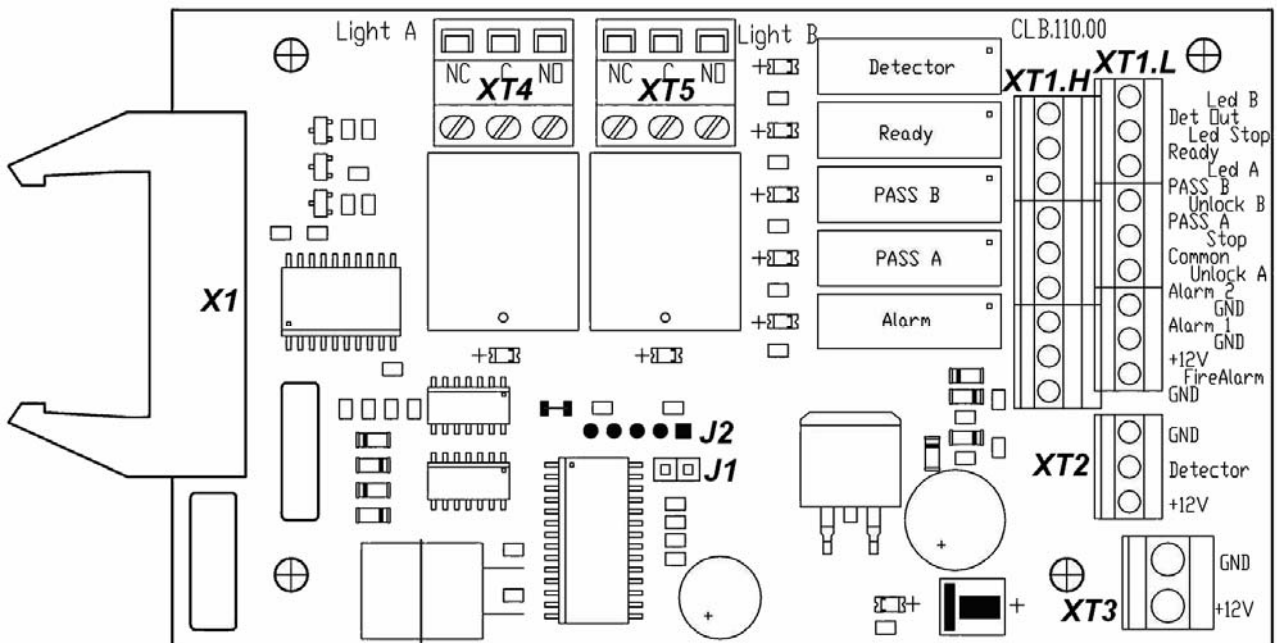
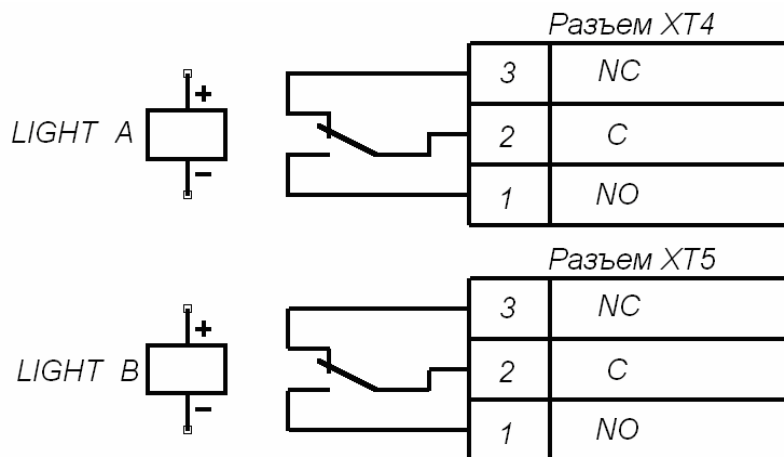

Рисунок 5. Внешний вид платы управления CLB
Рисунок 9. Выходные каскады для Light A и Light B
ПДУ подключается к плате управления гибким многожильным кабелем (11) через клеммную колодку **XT1.L** (см. рис. 5 и 12).
Изменить ориентацию ПДУ относительно установки турникета (если по месту установки турникет обращен к оператору не лицевой, а тыльной стороной) можно, поменяв местами провода от ПДУ, подключаемые на контакты *Unlock A* и *Unlock B*, а также *Led A* и *Led B* соответственно (см. рис. 5 и 12).
На плате управления (см. рис. 5) расположены:
Подключение указанных устройств производится с помощью кабеля (11) к соответствующим клеммным колодкам **ХТ1.Л** и **ХТ1.Н** платы управления в соответствии со схемой электрических соединений (см. рис. 5 и 12).
Обозначения установленных на плате управления клеммных колодок и назначение их контактов показаны на рис. 5.
Факт срабатывания / отпускания реле **PASS A**, **PASS B**, **Ready**, **Detector** и **Alarm** можно определить по загоранию/гашению красных индикаторов, которые установлены вблизи указанных реле (см. рис. 5).
Режим управления определяется наличием переключки на разъеме **J1** (расположение разъема **J1** показано на рис. 5: переключка установлена – импульсный режим управления, переключка снята – потенциальный режим управления). При поставке переключка установлена.
Подключение ДКЗП производится к клеммной колодке **ХТ2**, а сирены – к клеммной колодке **ХТ1.Н** платы CLB согласно схеме электрических соединений (рис. 5 и 12). ДКЗП должен иметь нормально-замкнутые контакты.
На контакты *Det Out* и *Common* клеммной колодки **ХТ1.Н** платы управления (рис. 5) всегда транслируется сигнал о текущем состоянии ДКЗП.
Подключение устройства, подающего команду аварийной разблокировки *Fire Alarm*, производится к клеммной колодке **XT1.L** платы CLB согласно схеме электрических соединений (см. рис. 5 и 12). Если вход *Fire Alarm* не используется, то необходимо установить перемычку между контактами *Fire Alarm* и *GND*. При поставке данная перемычка установлена.
Выносные индикаторы подключаются на клеммные колодки **XT4 (Light A)** и **XT5 (Light B)**. При этом реле **Light A (Light B)** активизировано (на его обмотку подано напряжение), когда горит соответствующая данному направлению прохода зеленая стрелка на блоке индикации, и нормализовано (на его обмотку напряжение не подано), когда соответствующая данному направлению прохода зеленая стрелка на блоке индикации не горит. Факт срабатывания / отпускания реле **Light A** и **Light B** можно определить по загоранию / гашению красных индикаторов, которые установлены вблизи указанных реле (см. рис. 5). Выходные каскады для сигналов *Light A* и *Light B* – перекидные контакты реле (см. рис. 9) со следующими характеристиками сигналов: